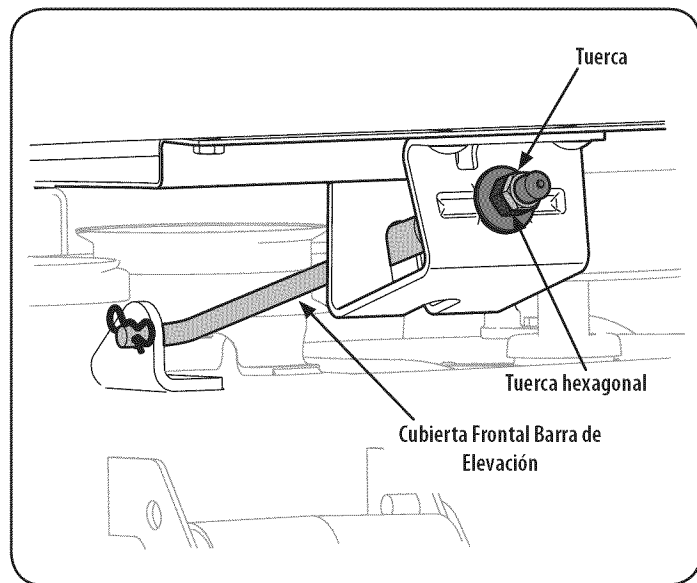

Figura 28
1. Si no está ya suelta, afloje el tornillo hexagonal y gire la palanca de control hacia adelante o hacia atrás a la posición deseada. Ver Figura 28..
- Con una llave, afloje la tuerca de seguridad en primer lugar, a continuación, subir o bajar la parte delantera de la cubierta girando la tuerca hexagonal de la varilla de elevación de la plataforma frontal. Ver Figura 28.